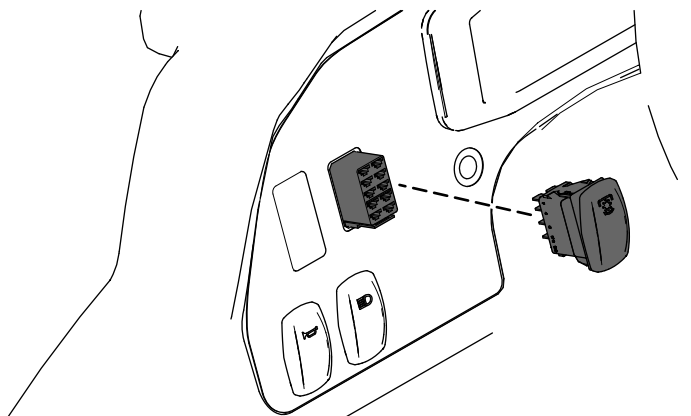

Figura 20
2. Localice el arnés de cables etiquetado HIGH FLOW HYDRAULIC con conector de bucle de prueba, y conecte el interruptor al conector (Figura 20).